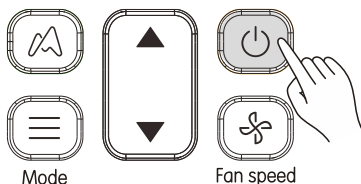

Abb. 3.3
- 1) Drücken Sie  (siehe Abb. 3.3), um die Inneneinheit einzuschalten.